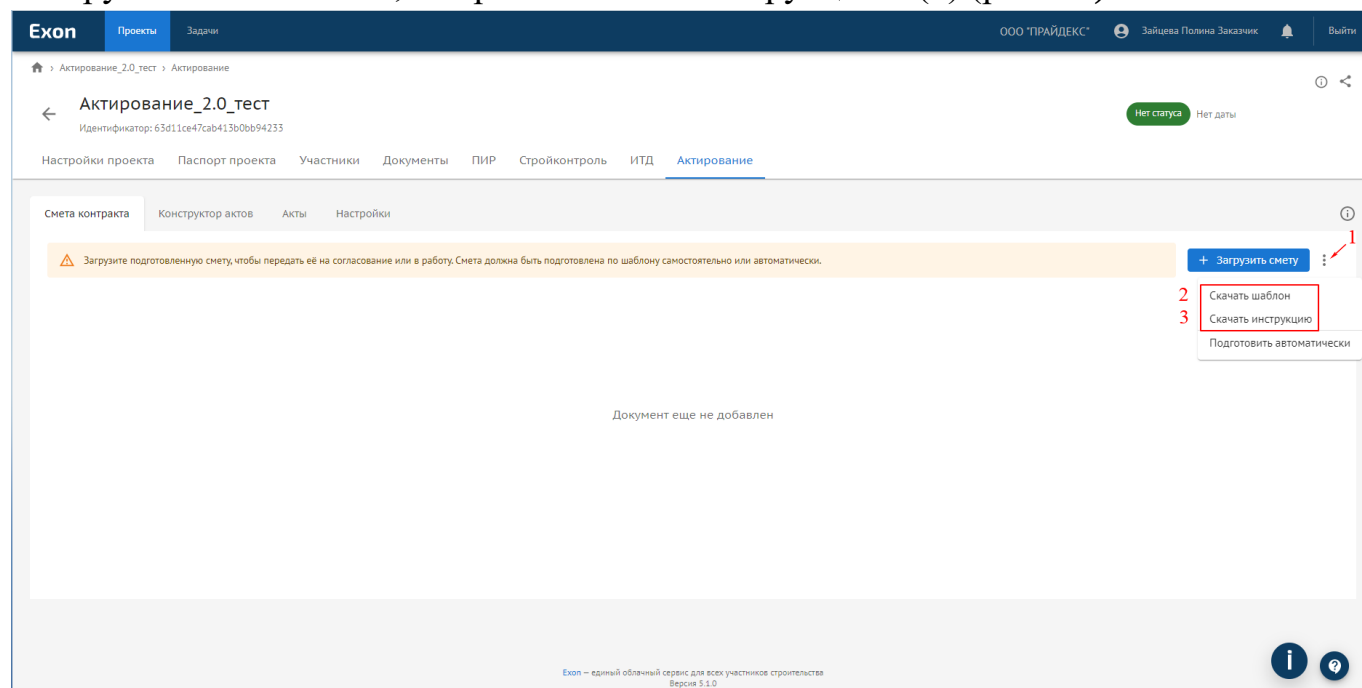

Рис. 10 – Выгрузка шаблона сметы и инструкции по заполнению
5. Чтобы вручную создать шаблон сметы для загрузки в систему, необходимо в правом верхнем углу нажать «:» (1) и выбрать «Скачать шаблон» (2).
Чтобы корректно заполнить выгруженный шаблон, воспользуйтесь инструкцией, которую можно скачать, выбрав «Скачать инструкцию» (3) (рис. 10).